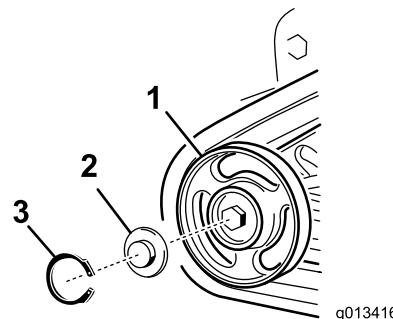

Figura 48
2. Retire o anel de retenção e a tampa da roda de estrada (Figura 48).
3. Verifique a lubrificação debaixo da tampa e em torno da junta (Figura 48). Se estiver suja, com grão ou retirada, limpe todo o lubrificante, substitua a junta e adicione novo lubrificante.
5. Coloque a tampa da roda de estrada lubrificada por cima do perno com cabeça (Figura 48).
6. Fixe a tampa da roda de estrada com o anel de retenção (Figura 48).